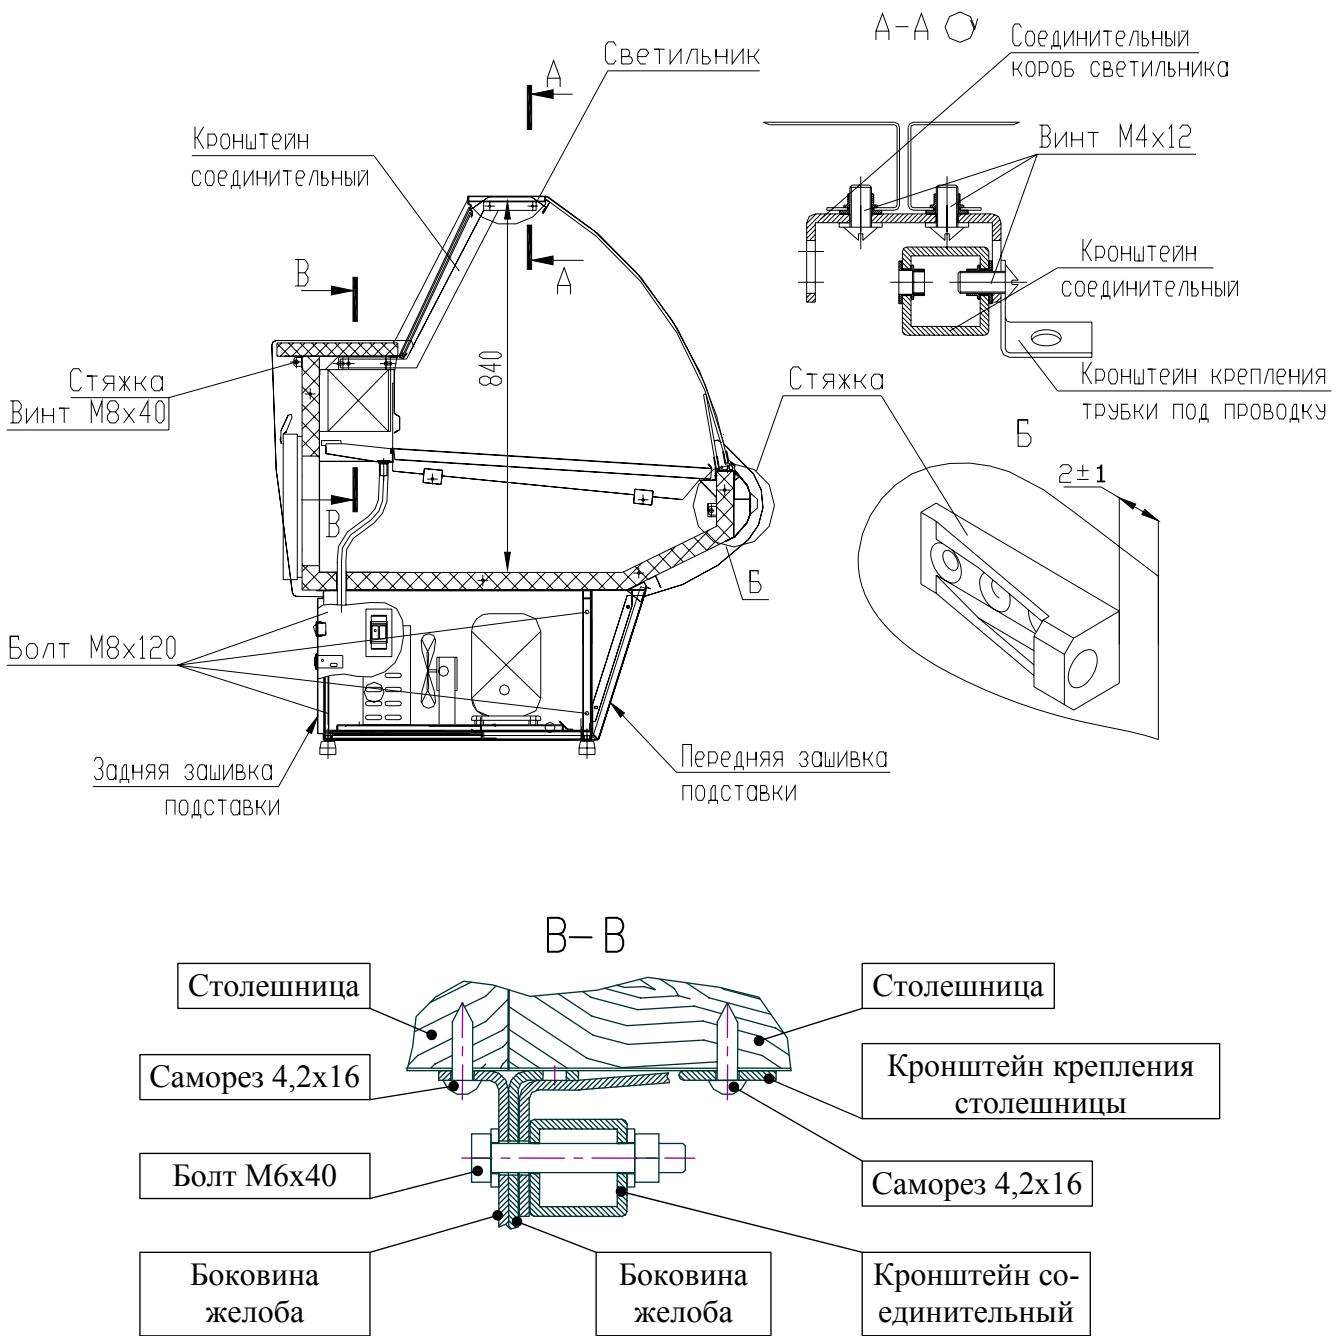

Рис. 4 Схема монтажа в линию
Для соединения холодильных витрин (далее витрин) в линию необходимо (см. рис. 4):
- 2). Для крепления боковин желоба (см. рис. 4) к ванне необходимо заменить верхние саморезы 4.2x16 на саморезы 5x40.
- 3). Установить в указанных местах на ваннах (см. рис. 4) стяжки, применяя саморезы 5x40 со стороны отверстия под болт и саморезы 4.2x16 с противоположной стороны стяжки, предварительно засверлив отверстия Ø2 в пенозаливной ванне для захода самореза 5x40.
- 7). При помощи двух болтов M6x40 установить соединительный кронштейн, соединив вместе боковины желоба обеих витрин и кронштейн крепления столешницы, с левой стороны (см. рис. 4 разрез В-В), т.к. с правой стороны находится датчик термопары.
- 8). Монтаж светильников начинать с левой стороны линии. Для монтажа на левом светильнике установить соединительный короб с правой стороны и зафиксировать винтами M4x12. Установить боковое стекло и смонтировать подсобранный светильник, зафиксировав винтами M4x12 соединительный короб к верхней полке кронштейна (см. рис. 4, сечение А-А). При соединении в линию более двух витрин подсборку светильников повторить.
- 9). Установить светильник сопрягаемой витрины, фиксируя винтами M4x12 к соединительному коробу, согласно рис. 4.